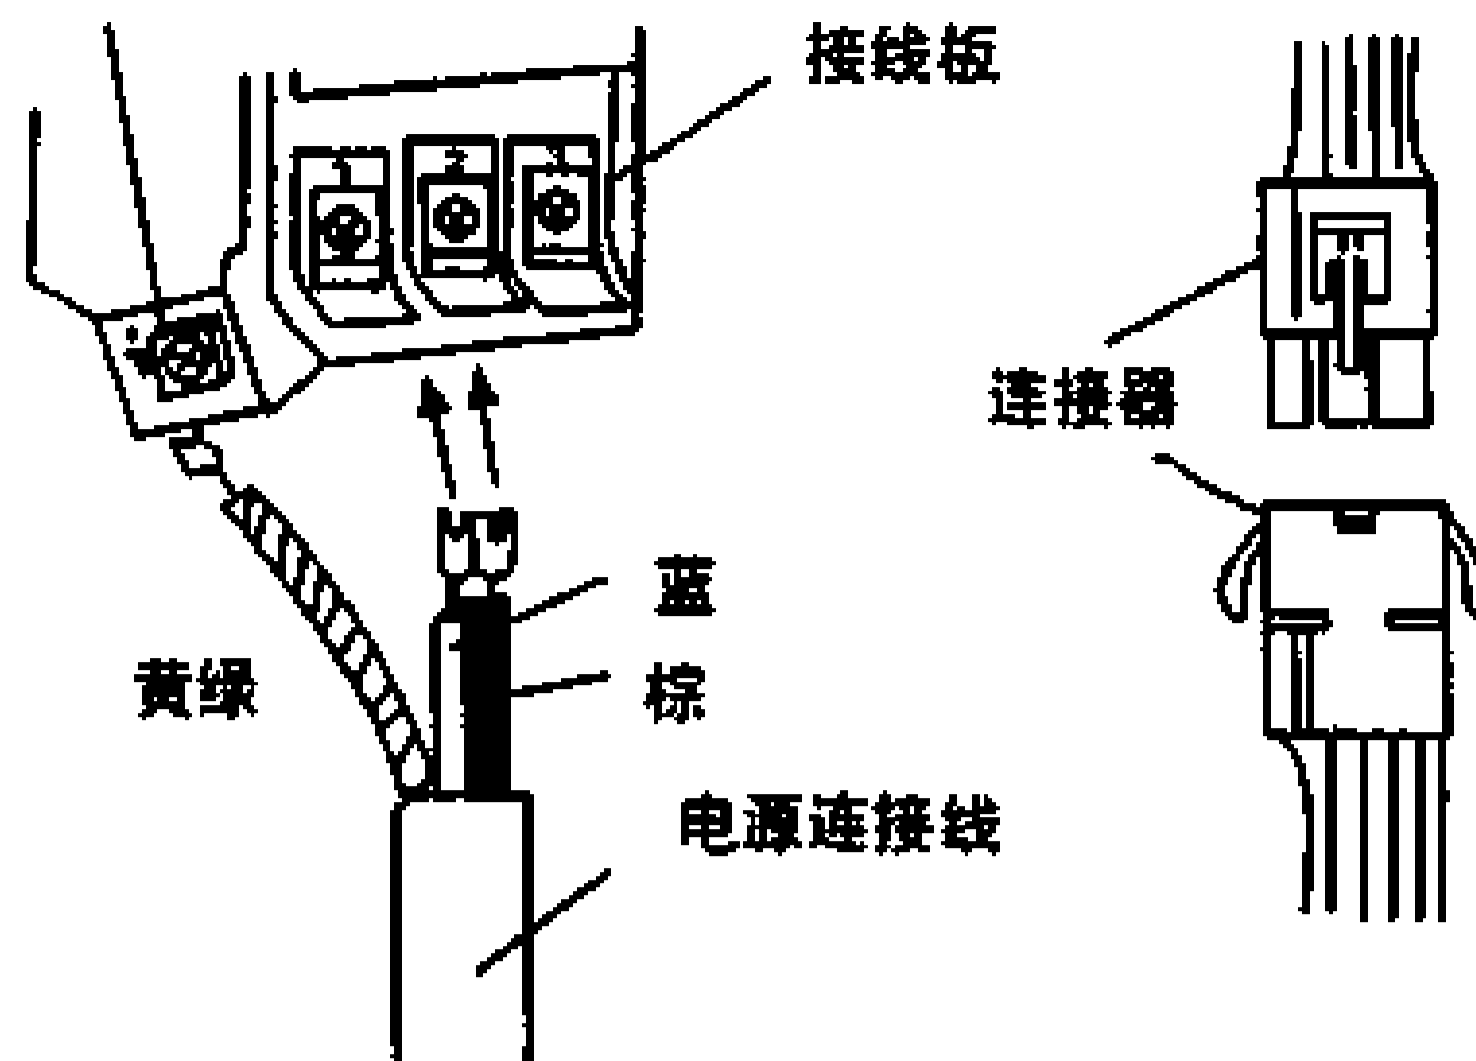

图 14-2-12
2) 根据接线图将连接导线接入室内机接线端子上，如图 14-2-12 所示，并将地线接入接地装置上。
3) 如图 14-2-12 所示，将信号线的连接器插好（仅适用 KFR 系列和 KFRD 系列）。